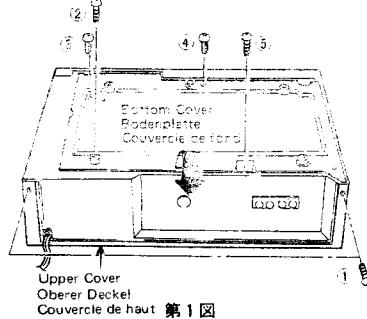
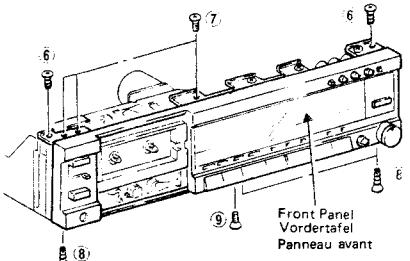

Fig. 1 Abb. 1
Fig. 3 Abb. 3
#### (1) Upper Cover (Fig. 1)
#### (2) Bottom Cover (Fig. 1)
#### (4) Front Panel (Fig. 1, 3)
Remove the upper cover and cassette lid. (Fig. 1) Then, remove two screws (6), three screws (7), three screws (8) and one screw (9). Next, remove connectors (12 places) and pull the front panel forward. (Fig. 3)
#### (1) Oberer Deckel (Abb. 1)
#### (2) Bodenplatte (Abb. 1)
#### (4) Vordertafel (Abb. 1, 3)
Oberer Deckel und Kassettenfachdeckel entnehmen. (Abb. 1) Dann zwei (6), drei (7), drei (8) und eine (9) Schrauben entnehmen. Sodann Verbindungsclips (12 Stellen) lösen und Vordertafel nach vorne ziehen. (Abb. 3)
(1) Couvercle de haut (Fig. 1)
(2) Couvercle de fond (Fig. 1)
#### (4) Panneau avant (Fig. 1, 3)
Retirer le couvercle de haut et la trappe à cassettes. (Fig. 1) Retirer ensuite les deux vis de fixation ⑥, les trois vis de fixation ⑦, les trois vis de fixation ⑧ et la vis de fixation ⑨. Ensuite, déposer les connecteurs (à 12 emplacements) et dégager le couvercle de haut en le tirant vers soi. (Fig. 3)